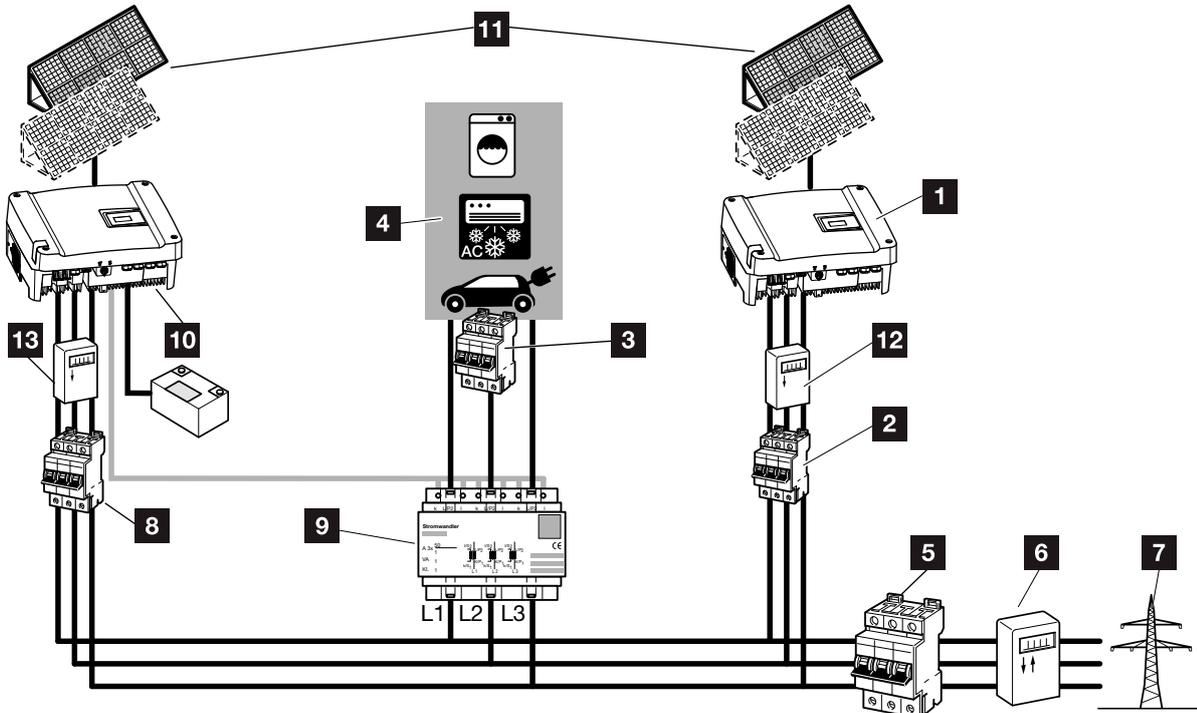
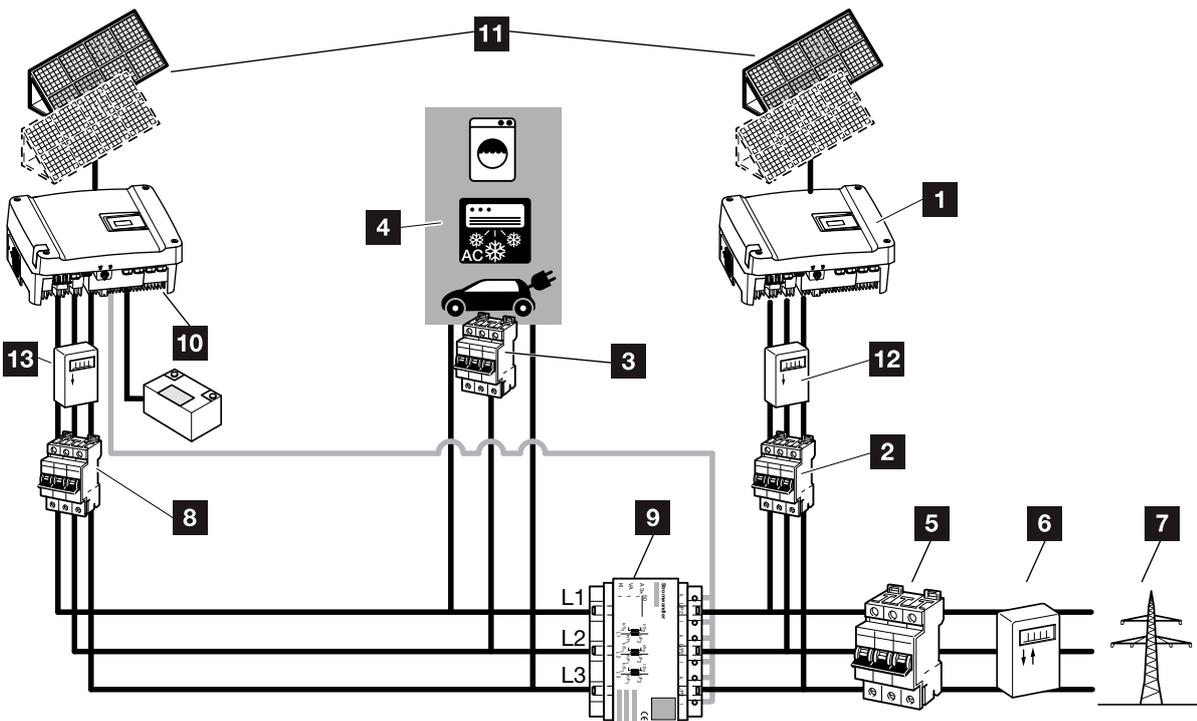

Abb. 39: Anschluss mehrere Wechselrichter - Stromsensorposition **Modus 1** - Erfassung Hausverbrauchsdaten
Abb. 40: Anschluss mehrere Wechselrichter - Stromsensorposition **Modus 2** - Erfassung Netzeinspeisung
Anschluss Modus 1: In dieser Variante wird der Hausverbrauch durch den PIKO BA-Wechselrichter gemessen.  **Abb. 39**
Anschluss Modus 2: In dieser Variante wird die Netzeinspeisung durch den PIKO BA-Wechselrichter gemessen.  **Abb. 40**
2. Wechselrichter wie in  **Abb. 39** oder  **Abb. 40** in das System integrieren und fachmännisch anschließen